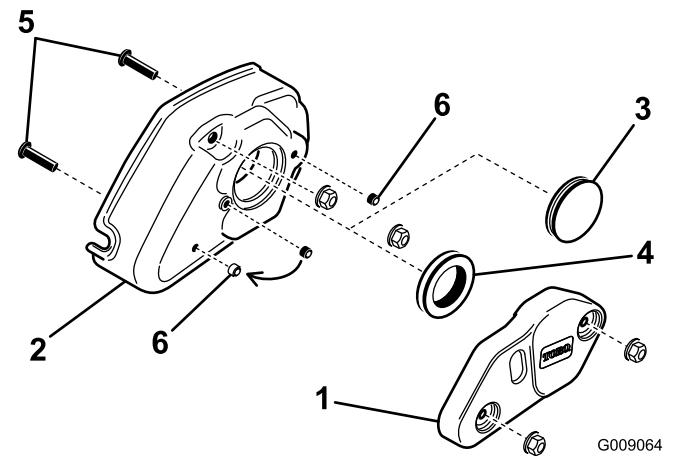

Figura 21
2. Retire las 2 tuercas con arandela prensada (5/16") que sujetan el contrapeso del groomer a la cubierta del groomer, y retire el contrapeso (Figura 21).
3. Retire el disco de goma de la cubierta y sustitúyalo con el anillo de goma (Figura 21).
4. Retire los 2 tornillos (5/16 x 1 1/4") enroscados en la cubierta (Figura 21).
5. Retire el tornillo de fijación del taladro central de la cubierta del groomer (Figura 21).